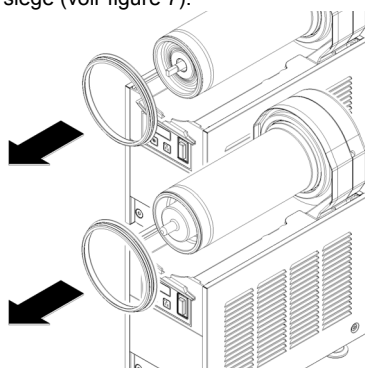

**figure 6**
**3** Enlever de l'évaporateur la spirale extérieure (voir figure 5) puis Rotor magnétique extérieur complet (voir figure 6).